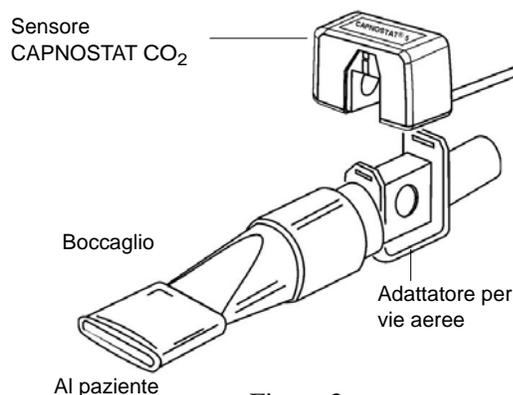

Figura 3
- b. Collegare il sensore e l'adattatore per vie aeree, premendoli finché non si sente un "clic" (vedere la figura 3).